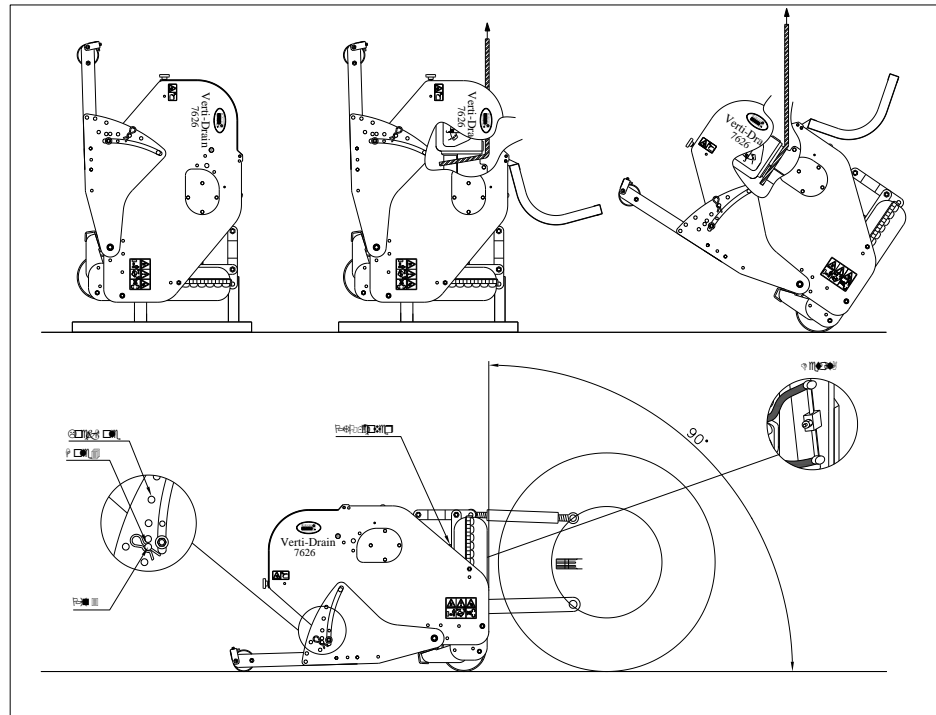
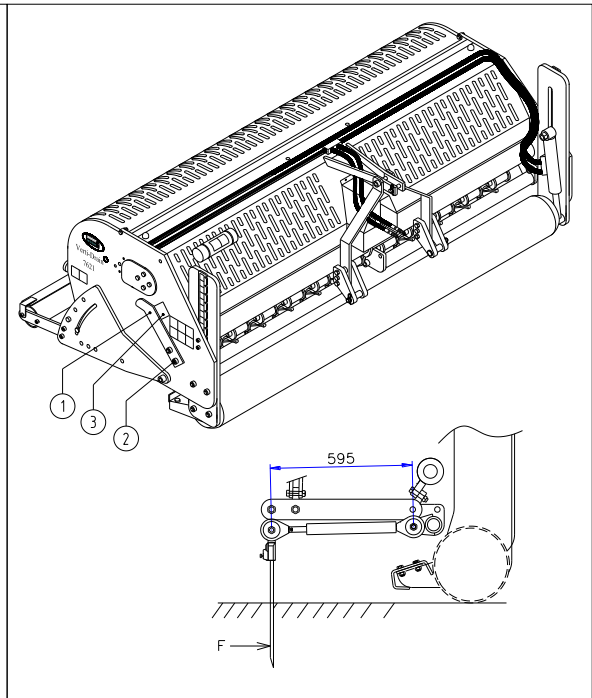

Abb. 8
Abb. 12
Die Maschine steht senkrecht auf der Palette. Beim Entfernen der Palette und der horizontalen Aufstellung der Maschine auf dem Boden sind die folgenden Schritte durchzuführen (Abb. 8):
Alle Stifte können gleichzeitig mit dem Hebel (1) an der Seite der Maschine verstellt werden; siehe Abb. 12. Die Maschine vom Boden anheben und Gegenmutter (2) an beiden Seiten der Maschine lösen. Den Winkel durch Drehen des Hebels (1) verstellen. Auf dem Anzeiger (3) kann der Winkel abgelesen werden. Danach die Gegenmutter (2) wieder festziehen.
@ Bei 90 Grad gehen die Stifte nur waagrecht in den Boden, wenn die Maschine korrekt installiert ist, siehe Abb. 8. Ist die Installation nicht korrekt ausgeführt, kann eine Kraft F, siehe Abb. 12, auftreten, die zu Maschinenschäden führen kann.